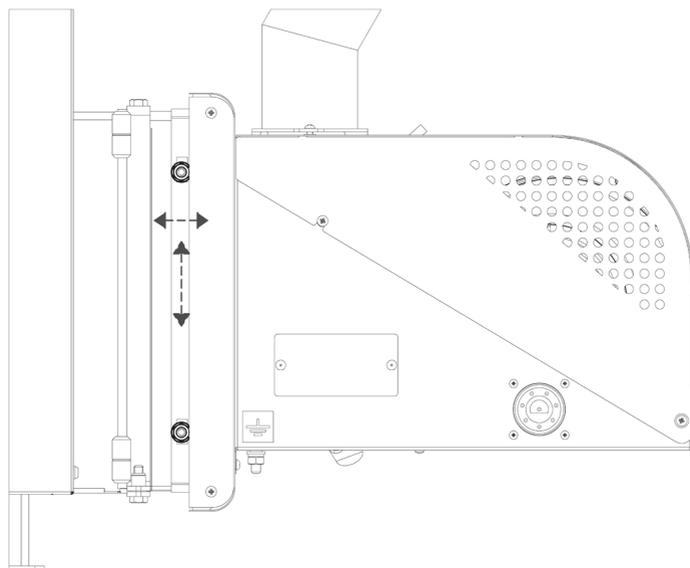

Рисунок 10
9. При необходимости, для плотного закрытия дверцы, отрегулировать петлю и кронштейн ручки. Для этого, ослабьте гайки и отрегулируйте по вертикали и горизонтали (рис. 10 и 10.1)